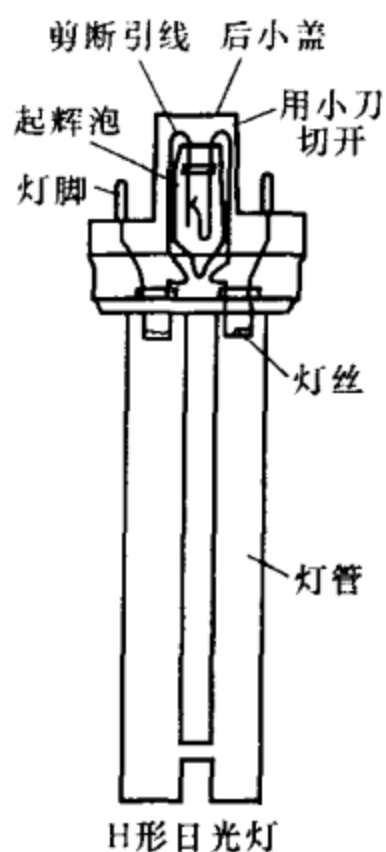

图 2-55 H形日光灯示意图
(1) 如图 2-55 所示，在“用小刀切开”处的四周用小刀刻出刀痕，然后切开一长边，再用剪刀剪开第二边，其余两边即相应从刀痕处裂开。
(2) 按图 2-55 所示的“剪断引线”处留出约 2~3mm 引线后剪断。留下引线应尽可能长，便于焊接。
(3) 用万用表欧姆挡测量两段灯丝。如果测得通路，则故障确在起辉泡（如断路，说明灯丝已断无法修复，但起辉泡仍可使用，留下的 2~3mm 引线可利于焊接）。
(4) 新起辉泡可使用日光灯起辉器内的尖头型起辉泡，不用尺寸大的圆柱型，用万用表测量起辉泡两端，如无通路，说明起辉泡两引线未短接。然后将起辉泡焊上塞回原位。
(5) 将切开的后小盖用粘胶剂粘住，清除粘缝的凸出物，即可正常使用运行。